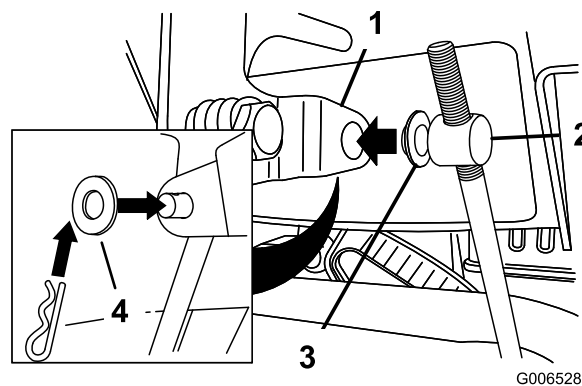

Figure 5
3. Placez une rondelle plate sur le tourillon (Figure 5).
6. Tirez la tige de commande de vitesse et insérez le tourillon dans le trou du levier sélecteur de vitesses (Figure 5).
- B. Retirez le tourillon du sélecteur de vitesses (Figure 5).
- C. Tournez le tourillon vers le bas (sens horaire) sur la tige de commande de vitesse (Figure 5).
- D. Remettez le tourillon sur le sélecteur de vitesses (Figure 5).
- C. Tournez le tourillon vers le haut (sens antihoraire) sur la tige de commande de vitesse (Figure 5).